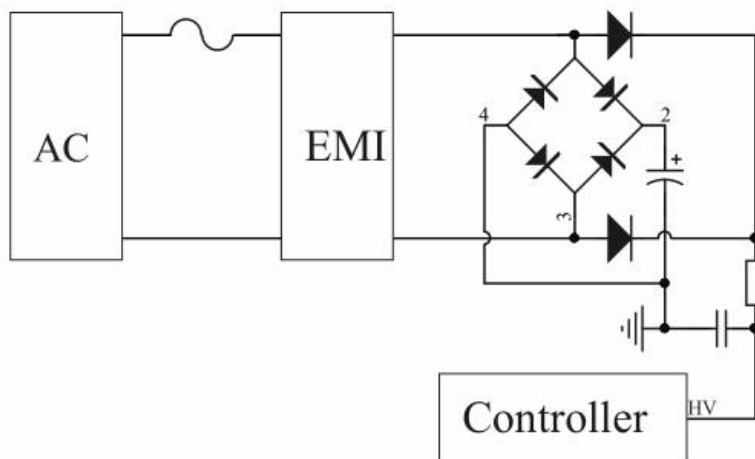

图 1：高压启动电路
DK036G 包含多功能高压 (HV) 引脚。为达到快速启动，内部集成了高压启动电路，可以快速启动电源同时能够有效降低待机功耗，如图 1 所示，能够快速准确监测输入电压，在输入掉电后，